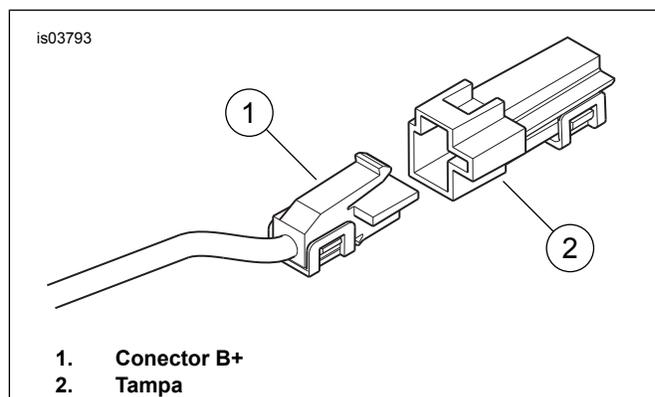
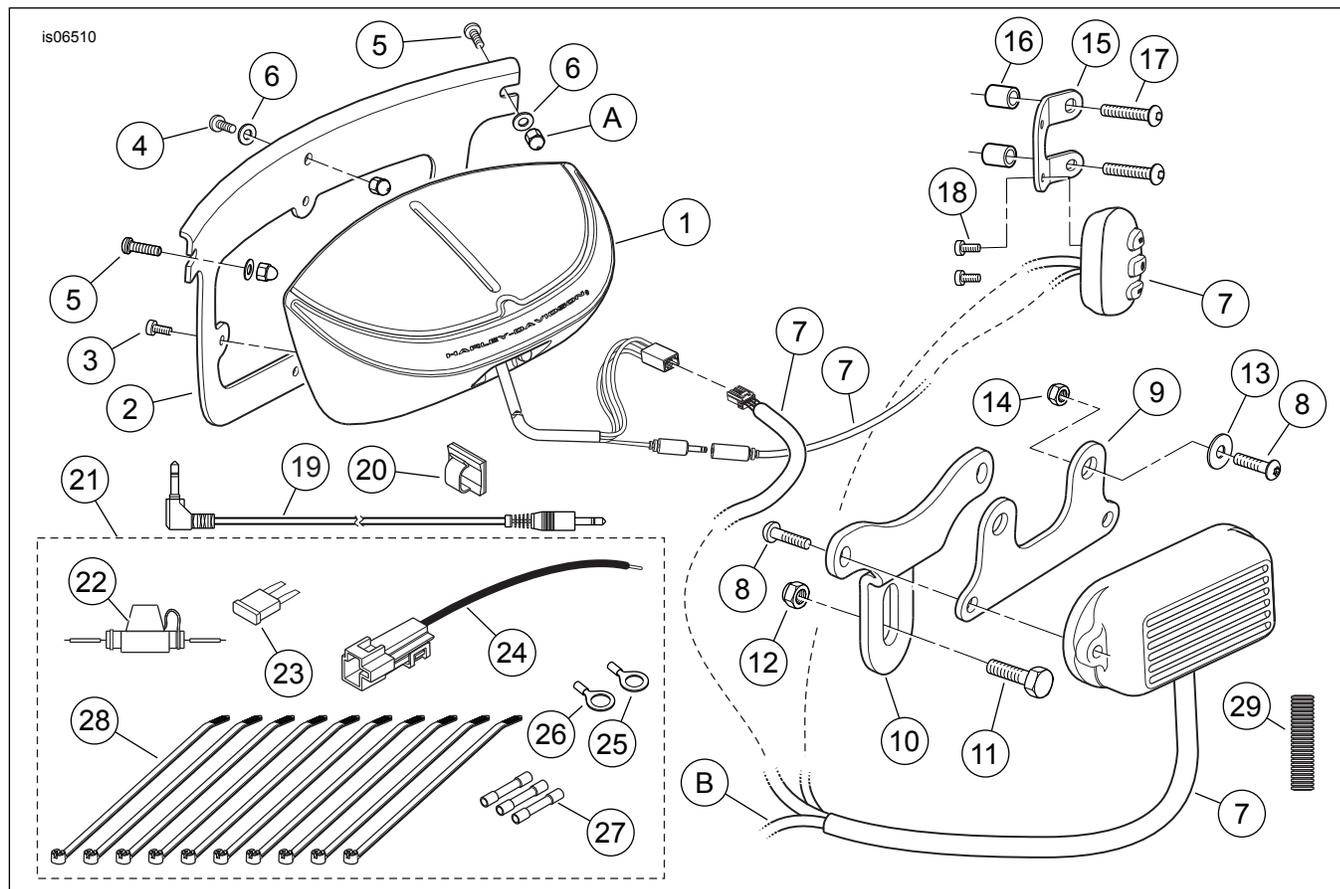

Figura 4. Conector B+
Figura 5. Kit de peças de reposição, amplificador e alto-falante montados no pára-brisa
3. Veja Figura 5. Pegue o **novo** parafuso N.º 12-24 x 21 mm (0.81 in) de comprimento (4), dois parafusos de 25 mm (1 in) de comprimento (5), três arruelas pretas (6), a nacela do alto-falante montada (1) e o suporte de montagem (2) do kit.
5. Coloque uma arruela preta nas roscas do parafuso curto. Insira o parafuso, pela frente, através do furo central no braço horizontal, pára-brisa e suporte da nacela do alto-falante e aperte com uma das porcas cegas (A) removidas no passo 2.
1. Veja Figura 5. Pegue o pacote de peças elétricas (21) do kit. Selecione o suporte do fusível em linha (22) e um conector de emenda selada azul (27) do pacote de peças.
- Selecione a extremidade livre do fio **vermelho** no conjunto do chicote de fios. Pegue dois conectores de emenda selada azuis (27) e o fio adaptador de 12 V (24) do pacote de peças. Emende o suporte do fusível em linha no fio vermelho de acordo com as instruções do Manual de serviço. Emende o fio do adaptador na extremidade oposta do suporte do fusível em linha.
- Veja Figura 4. Localize o conector B+ (1) (positivo da bateria) no chicote de fios principal sob o assento (um fio vermelho com conector cinza não usado). Remova a tampa (2) do conector B+. Coincida o conector do fio de alimentação **vermelho** do conjunto do chicote de fios com o conector B+.
- Enrole o excesso de fio sob o tanque de combustível, dentro da nacela ou embaixo do prendedor do guidom onde ele não interferirá com a função da direção. Instale o fusível de 5 A (23) no suporte do fusível em linha no fio vermelho.
- Veja Figura 5. O chicote de fios do controle manual pode ser fixado no guidom com abraçadeiras ou fixado no prendedor triplo superior ou na nacela com a presilha com adesivo na parte traseira (20) do kit. Se estiver usando a presilha: